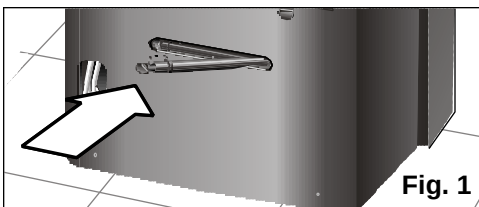

Fig. 1
- ☐ Försäkra Dig om att proppen för på dräneringsröret sitter ordentligt fast – den kan ha lossnat under transporten, **Bild 1**.
- ☐ Kontrollera att proppen, **Bild 1**, är ordentligt fästad på dräneringsröret för att undvika att vatten rinner ut och blöter ner underlaget som apparaten står på.